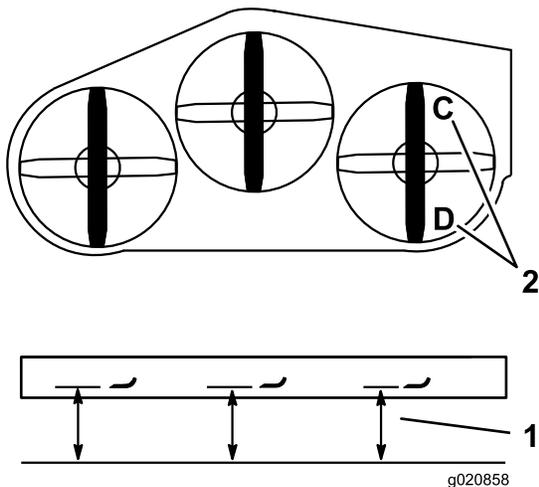

Figura 83
1. Disponete la lama destra in posizione longitudinale rispetto alla macchina (Figura 83).
2. Misurate la lama destra al punto C da una superficie piana fino al tagliente della punta della lama e annotate la misura rilevata (Figura 83).
3. Misurate la lama destra al punto D da una superficie piana fino al tagliente della punta della lama e annotate la misura rilevata (Figura 83).
**Nota:** La lama del tosaerba deve essere da 6 10 mm più bassa al punto C rispetto al punto D (Figura 83). In caso contrario eseguite la seguente operazione.
2. Disponete la lama destra in posizione longitudinale rispetto alla macchina (Figura 83).